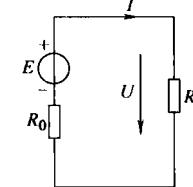

图 1-7 例 1-2 用图
**【例 1-2】** 有一个电动势  $E = 12V$ 、内阻  $R_0 = 1\Omega$  的电源，向负载  $R$  供电，负载的端电压  $U = 10.5V$ ，如图 1-7 所示。问电源发出的功率  $P_E$ 、负载吸收（即  $R$  消耗）的功率  $P$  及内阻消耗的功率  $P_{R_0}$  各是多少？